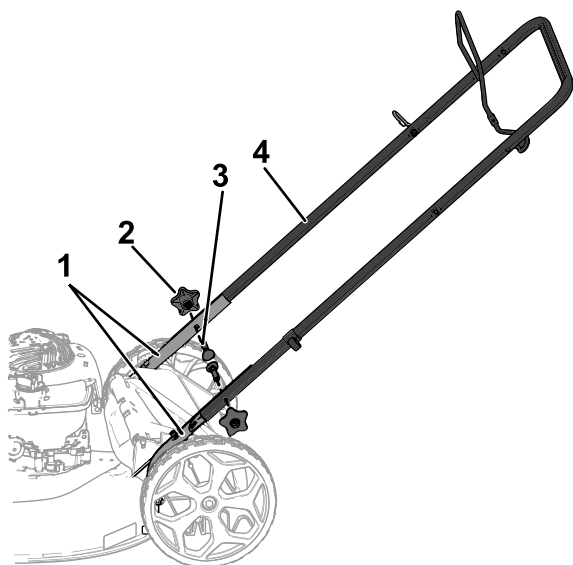

Figura 3
1. Retire los pomos del manillar y los pernos correspondientes de la carcasa de la máquina (Figura 3).
2. Coloque el manillar superior en los manillares inferiores (Figura 3).
3. Instale los pomos del manillar con los pernos correspondientes y apriételos firmemente a mano (Figura 3).